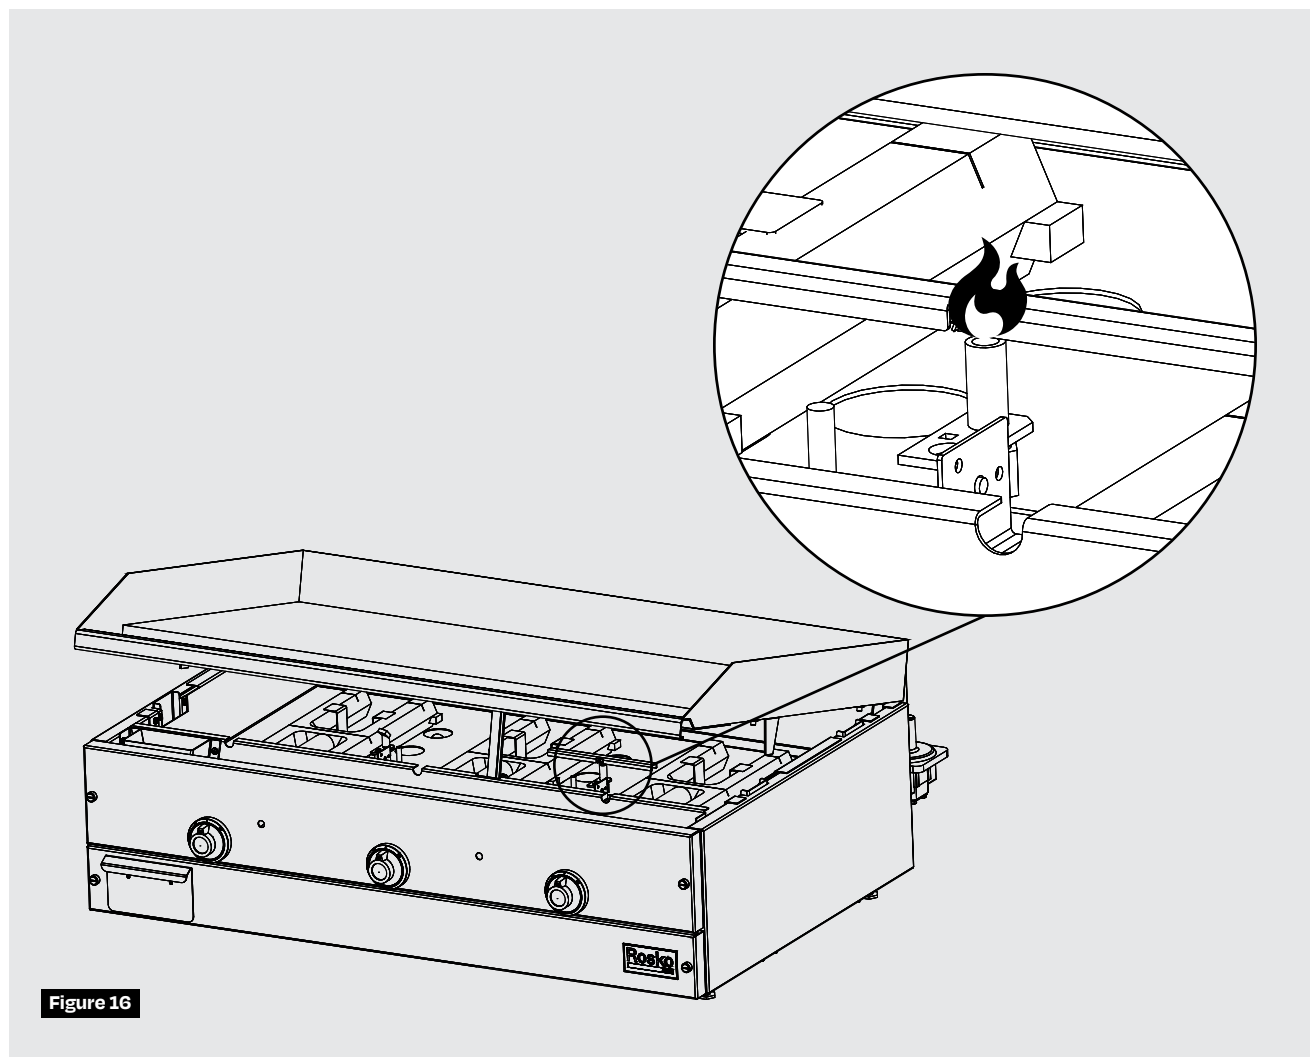

Figure 16
1. Tourner le(s) thermostat(s) en position « OFF » et attendre cinq (5) minutes.
4. Allumer manuellement la ou les veilleuse(s). **(Figure 16)**